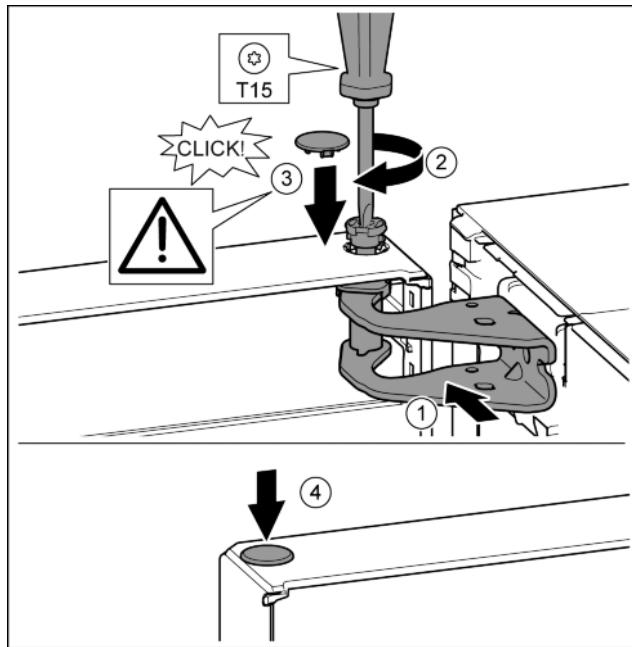

Fig. 23
- Orienter la porte en haut pour l'ouverture dans le support de palier. *Fig. 23 (1)*
- Poser le boulon et le visser avec un tournevis T15. *Fig. 23 (2)*
- Monter le cache de sécurité pour sécuriser la porte : Mettre en place le cache de sécurité et contrôler s'il repose sur la porte. Sinon, enfoncez à fond le boulon. *Fig. 23 (3)*
- Mettre le bouchon en place. *Fig. 23 (4)*